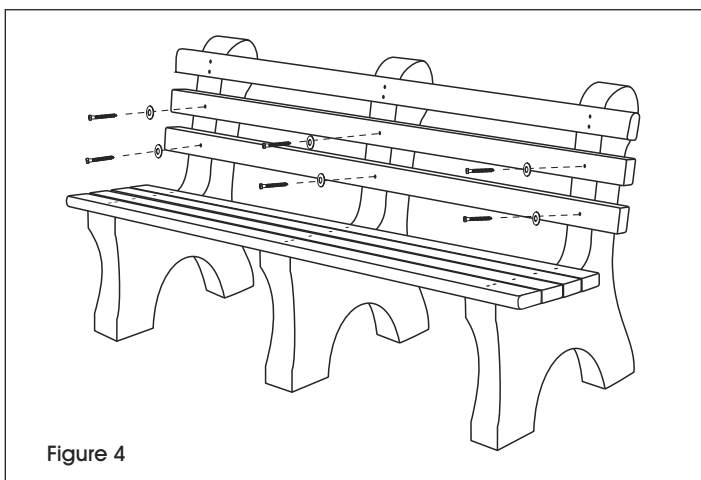

Figure 4
6. Alignez les deux planchettes à un trou restantes sur les trous prépercés de la portion dossier des bases de banc. Fixez-les aux bases de banc à l'aide des vis tire-fonds de 3 1/2 po, des rondelles, de la perceuse et de la douille tournevis de 7/16 po (le vissage s'effectuera à l'étape 7). (Voir Figure 4)